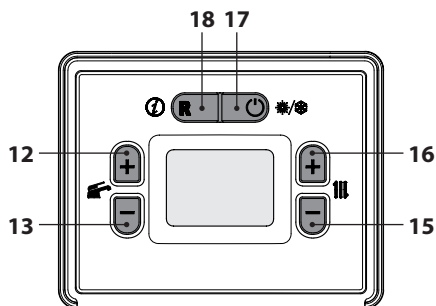

Figura 8.3
- Utilizzando i tasti 15 o 16 (Figura 8.3) è possibile modificare il valore del parametro A01 (Figura 8.5).
- Premendo il tasto 12 o 13 (Figura 8.3) si ottiene la conferma del valore inserito e si ritorna alla lista parametri (Figura 8.4).
- Premendo il tasto 17 (Figura 8.3) si esce dalla "modalità programmazione".